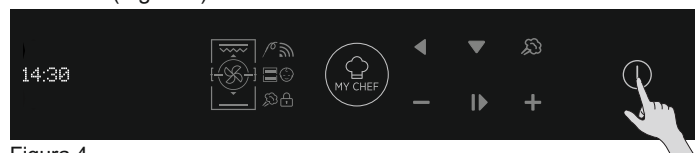

Figura 4
- A primeira vez que é ligado é necessário seguir um processo de instalação para poder usar o forno. Pressionar ON/OFF para continuar. (Figura 4)